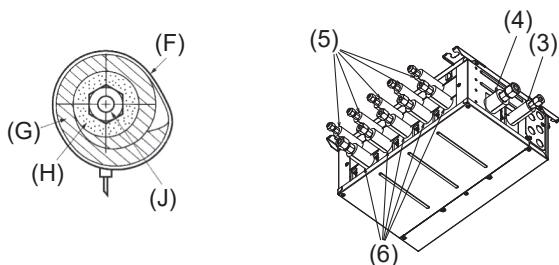
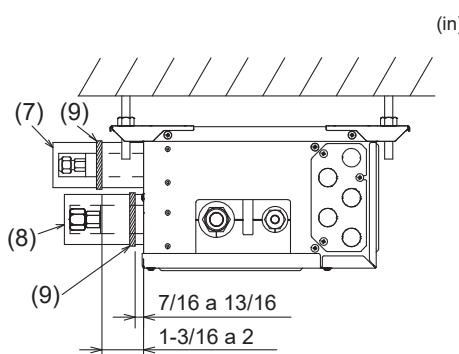

Fig. 7-3
Fig. 7-4
- Aíslle los tubos de líquido y de gas de la Caja de derivación aplicando alrededor de ellos espuma de polietileno resistente al calor. (Fig. 7-3)
- 5) Presione las cubiertas de los tubos (3) y (5) de la tubería de líquido contra la unidad y envuélvala para que se fije. (Fig. 7-3)
- 6) Presione las cubiertas de los tubos (4) y (6) de la tubería de gas contra la unidad y envuélvala para que se fije. (Fig. 7-3)
- 7) Aplique las cintas suministradas (9) en una posición de 7/16-13/16 in (10-20 mm) de cada extremo de las cubiertas de los tubos ((3)(4)(5)(6)).
- 8) Si la unidad interior no está conectada, ajuste las cubiertas de los tubos que se suministran (con las tapas, (7) y (8)) en las conexiones de los tubos de refrigerante de la Caja de derivación contra la unidad para evitar el goteo de condensación de los tubos. (Fig. 7-4)
- 9) Fije las cubiertas de los tubos ((7)(8)) con las cintas (9) suministradas.
7.2. Manejo de los puertos que no están conectados a la unidad exterior (Fig. 7-4)